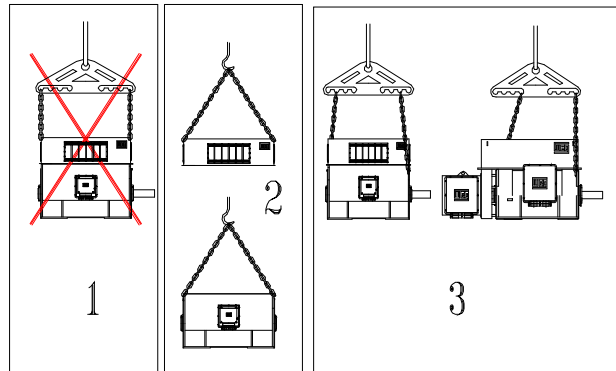

Figura 3.1: Movimentazione del motore
- Il motore deve essere movimentato come indicato nella posizioni 2 e 3 in Figura 3.1;
- Se il baricentro non è perfettamente al centro tra i golfari di sollevamento, utilizzare uno dei sistemi indicati al punto 3 di Figura 3.1;